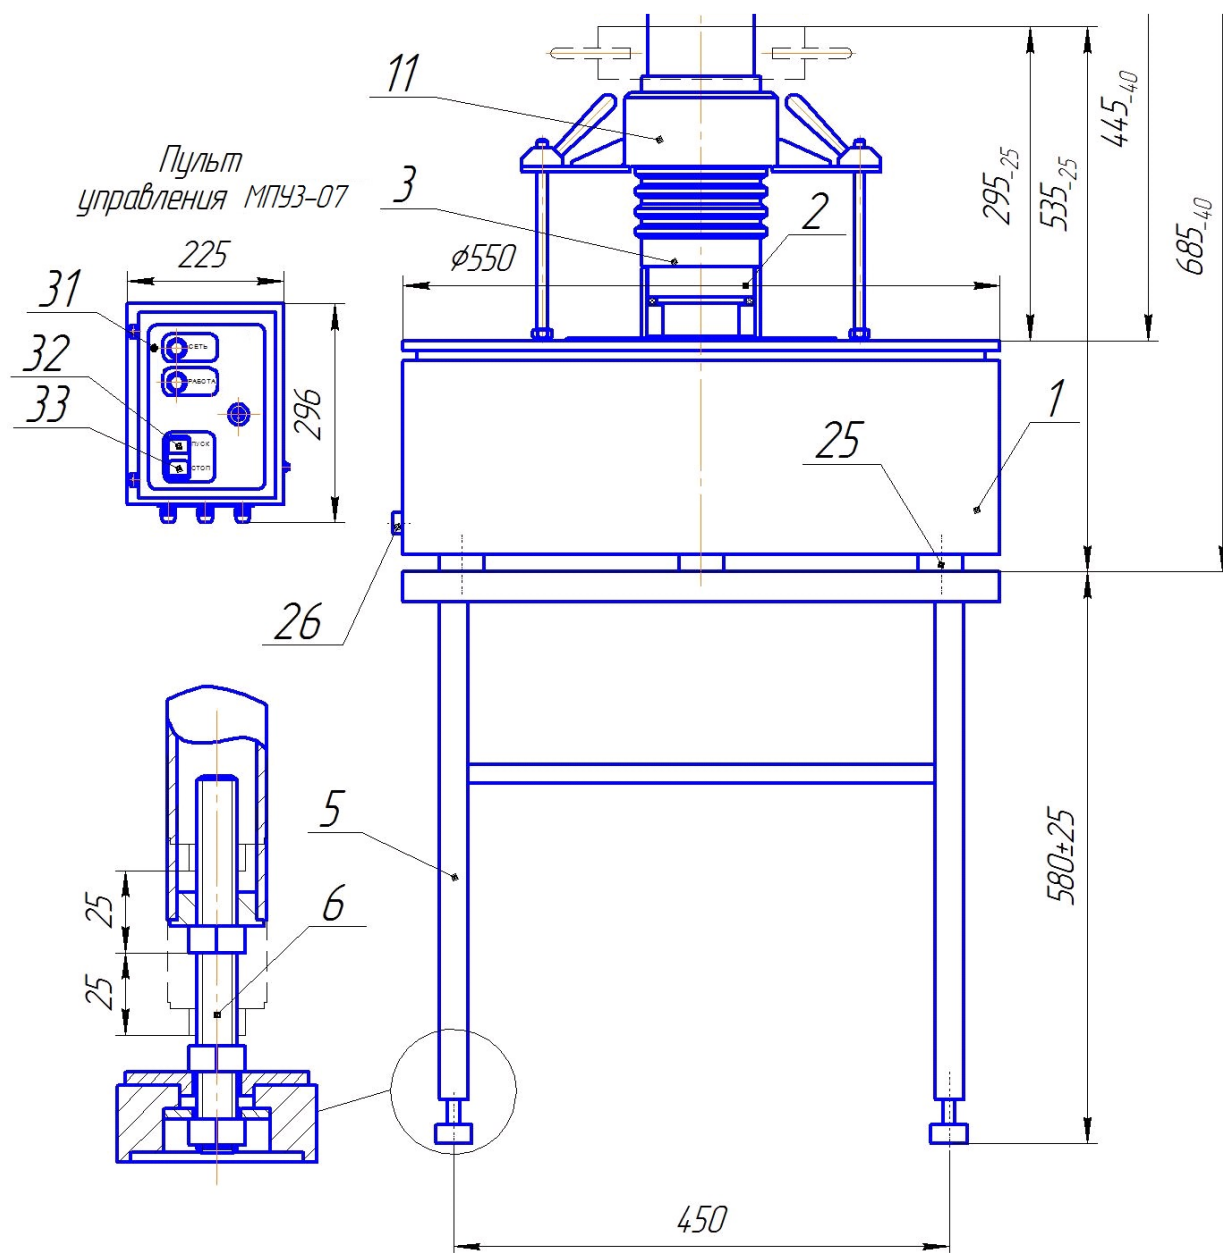

Рис.2 Общий вид ВСА.
2.5.7 Вставьте в резьбовые отверстия "в" (Рис.2) три транспортных болта 27 и, вкручивая их в резьбовые отверстия "г", прижмите платформу 7 к корпусу 17 вибропривода.